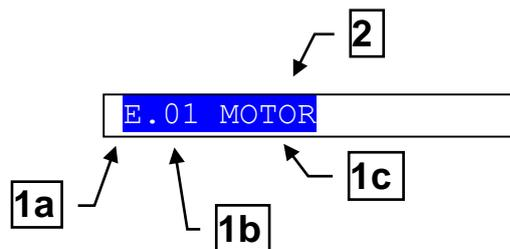

Fig. 4 - Visualização da barra de status superior
12.4.5 Barra de status superior (Ref. Fig. 4)